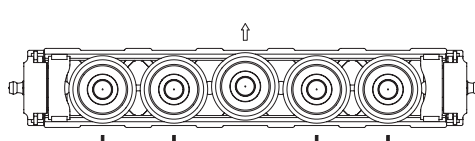

Fig. 32
** Il numero dei perni volventi varia in base alla configurazione, vedere pag. CR-19, fig. 32